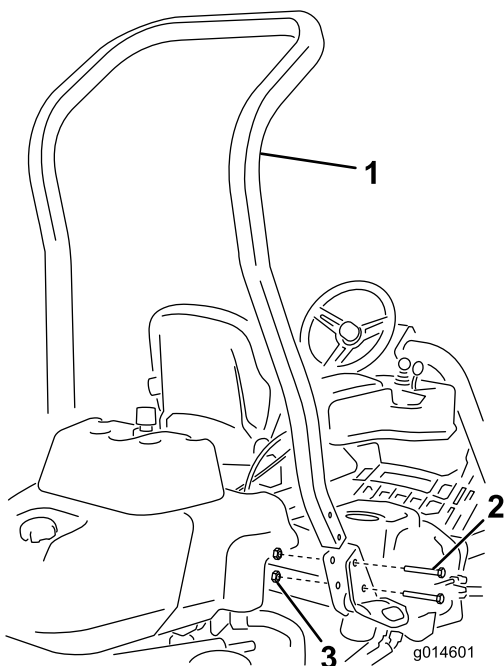

Figure 3
3. Montez l'arceau de sécurité dans les logements prévus de chaque côté de la machine au moyen de 4 boulons (1/2" x 3/4") et 4 écrous à embase (1/2"), comme montré à la Figure 3.